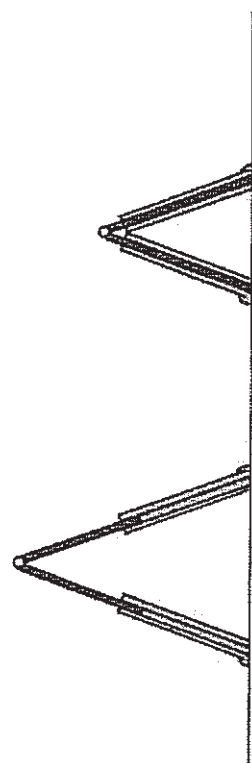

Fig. 47 - Scala trasformabile telescopica in posizione doppia
- Scala trasformabile telescopica: scala a pioli che oltre ad assumere la configurazione di "scala doppia" (fig. 47) e di "scala in appoggio" (fig. 48) per mezzo di due tronchi collegati da cerniere, può variare la sua lunghezza mediante l'aggiunta di due tronchi di scala a scorrimento telescopico sui due tronchi incernierati.